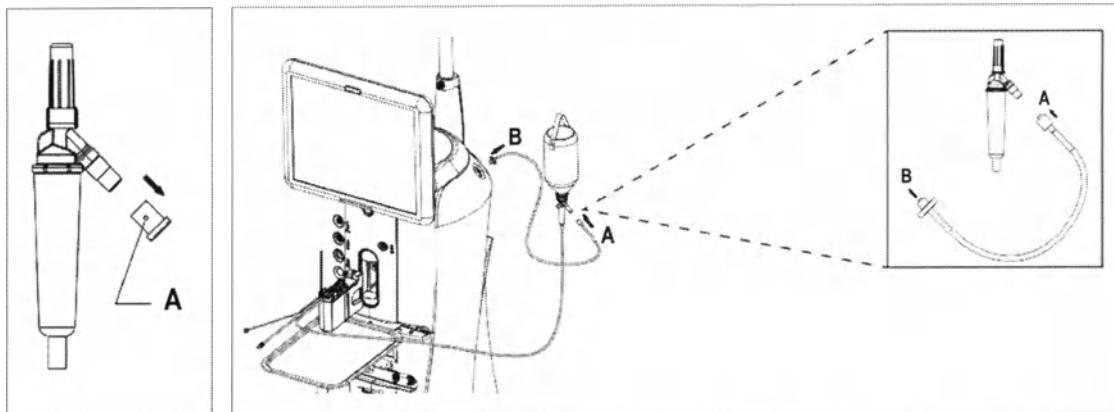

рис. 4.29. Настройка инфузии под давлением.
1. Снимите крышку фильтра (А) с вентиляционного порта штыря бутылки, поставляемого вместе с одноразовым пакетом системы (см. рис. 4.29).
2. Подсоедините штыревую часть разъема линии воздуховода к вентиляционному порту (А) штыря бутылки (см. рис. 4.29).
3. Подсоедините фильтр линии воздуховода к источнику воздуха (В) системы Vision Enhancement System (см. рис. 4.29).